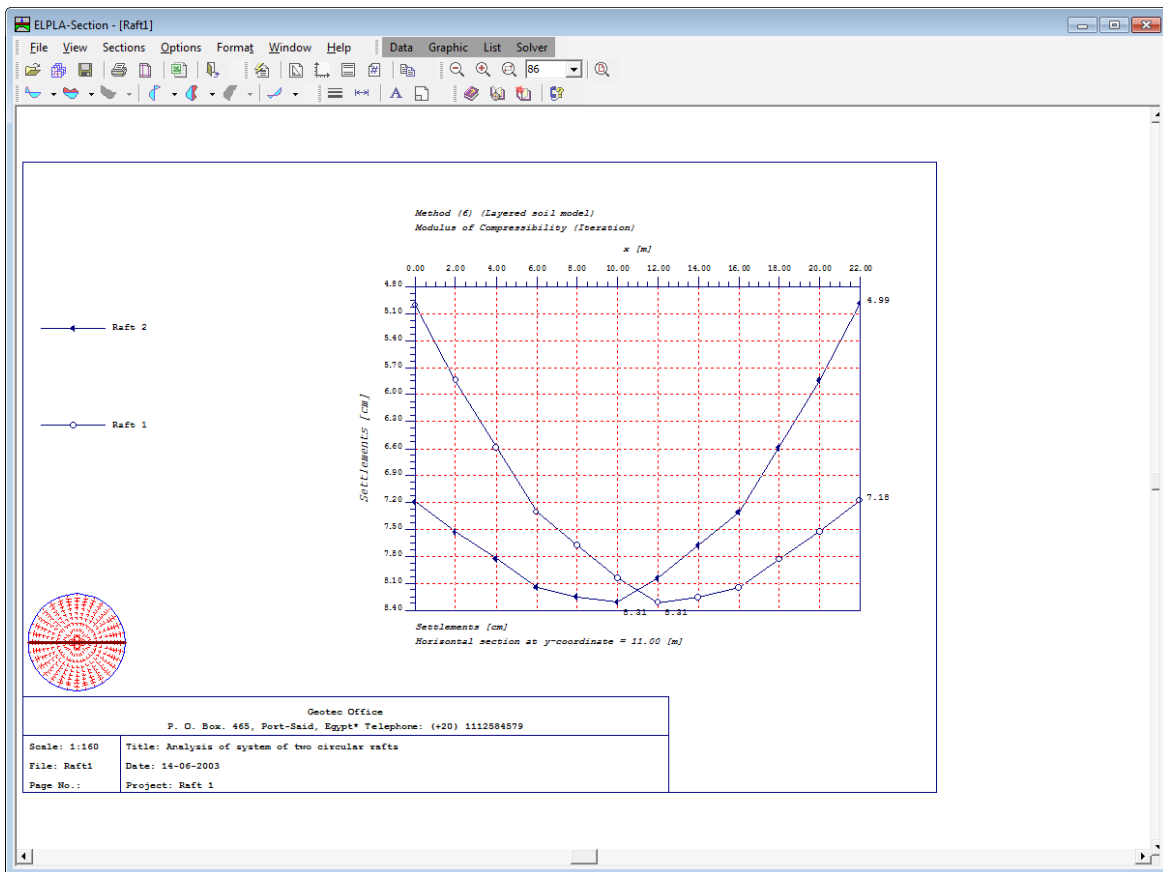

Bild 3-50 Diagramm der Setzungen in  $x$ -Richtung in der Mitte der zwei Platten
- Klicken Sie auf "OK". Die Setzungen werden in einem Diagramm dargestellt (Bild 3-50)